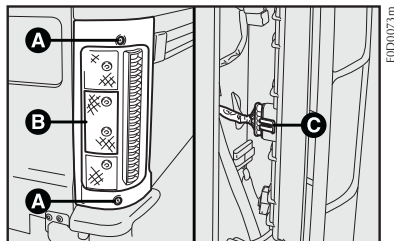

fig. 19
1) com uma chave phillips, soltar os dois parafusos **A-fig. 19**;